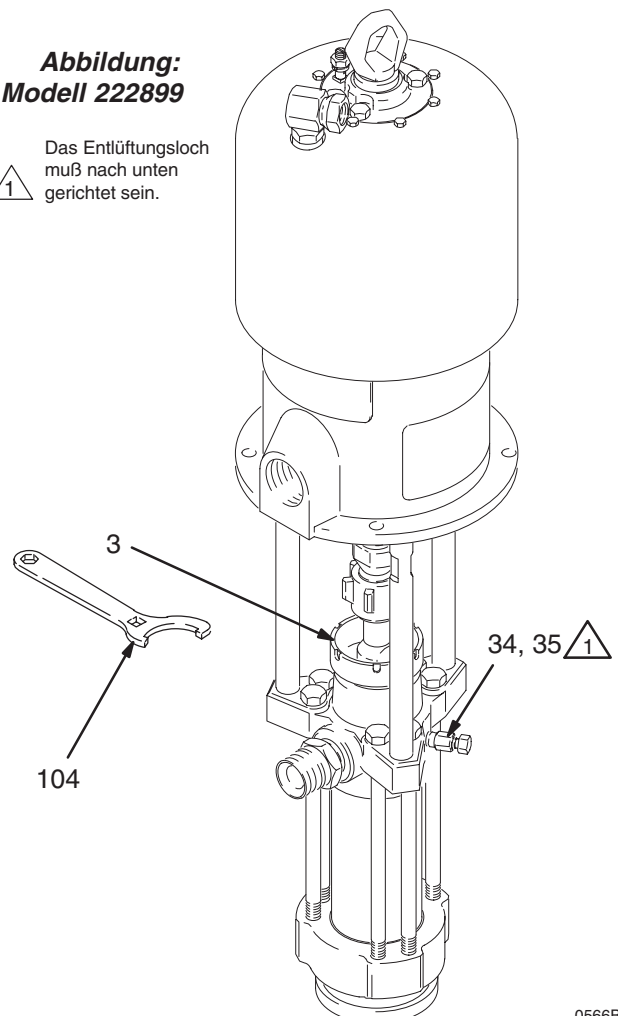

Abb. 5
Vor dem Starten die Packungsmutter (3) zu 1/3 mit Graco TSL-Flüssigkeit oder einer verträglichen Lösung füllen. Siehe Abb. 5.
4. Wenn sich die Pumpe nicht vollständig füllt, den Ablaßventilstopfen (35) etwas öffnen. Die Luftöffnung an der Unterseite des Ventilkörpers (34) als Entlüftungsventil verwenden, bis das Material aus der Öffnung austritt. Siehe Abb. 5. Den Stopfen (35) schließen.
9. Wenn sich die Pumpe nicht vollständig füllt, den Ablaßventilstopfen (35) etwas öffnen. Die Luftöffnung an der Unterseite des Ventilkörpers (34) als Entlüftungsventil verwenden, bis das Material aus der Öffnung austritt. Siehe Abb. 5. Den Stopfen (35) schließen.